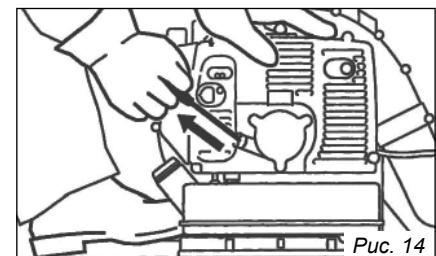

Рис. 14
2. Крепко держите воздуховушку левой рукой за рукоятку (1), чтобы не потерять контроль во время запуска (рис. 14).
4. Крепко держите воздуходувку левой рукой за рукоятку (1), чтобы не потерять контроль во время запуска (рис. 14).